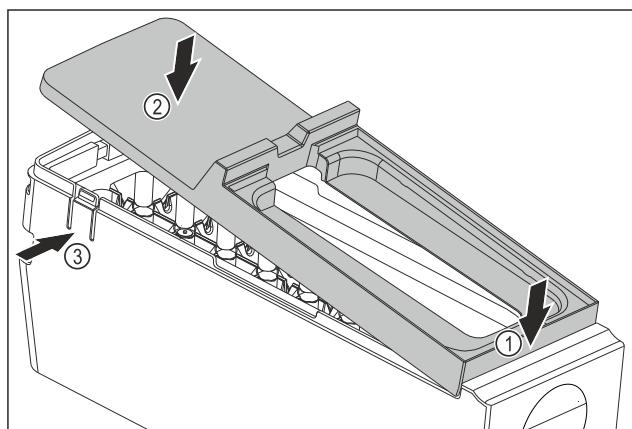

Fig. 144
- Monter le couvercle du corps de l'EasyTwist-Ice : Placer le couvercle à l'avant. Fig. 144 (1)
► Abaisser le couvercle à l'arrière. Fig. 144 (2)
► L'enclenchement du couvercle dans les deux languettes Fig. 144 (3) se fait entendre.